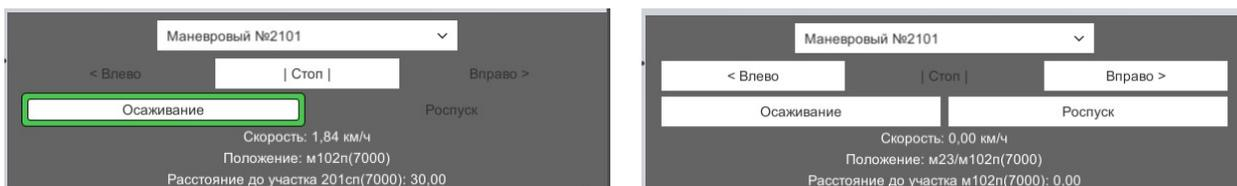

Рисунок 10.16. Переход к режиму осаживания на панели маневровой работы
- автоматически при попадании указанного вагона или отцепы с этим вагоном на участок перед горочным светофором - при этом происходит автоматическая активация кнопки «Осаживание» в окне управления маневровыми передвижениями локомотива (Рисунок 10.16) и дальнейшее движение состава в сторону сортировочного парка по показаниям горочного светофора;
- вручную активацией кнопки «Осаживание» на панели маневровой работы выбранного состава (Рисунок 10.16.);